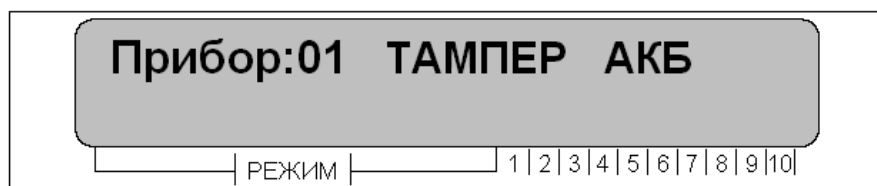

Рисунок 7
- «**Тревоги и неисправности**» - отображается состояние приборов в системе, рисунок 7.